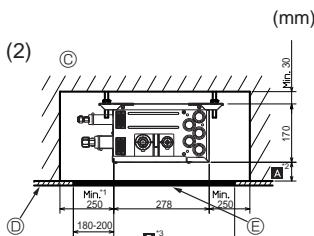
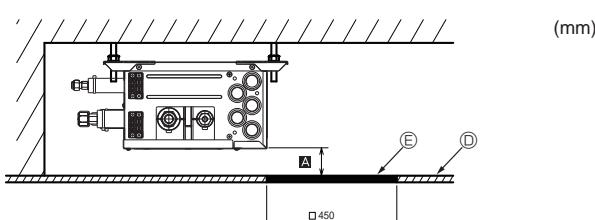

Fig. 4-7
Fig. 4-8
(2) Vista laterale (Fig. 4-7, Fig. 4-8)
Se il valore è “□ 450”, preparare un foro per la manutenzione sul lato della scheda di circuito stampato (come indicato nella Fig. 4-8), e la distanza Ⓑ deve corrispondere a “300 mm minimo”.